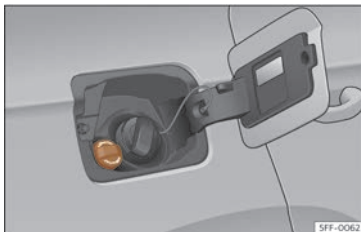

Fig. 194 Tapón da boca de carga do depósito de AdBlue®.
- Abra a tapa do depósito >>> **fig. 194**.
- Xire o tapón de peche da boca de carga de SCR cara á esquerda >>> **fig. 194**.